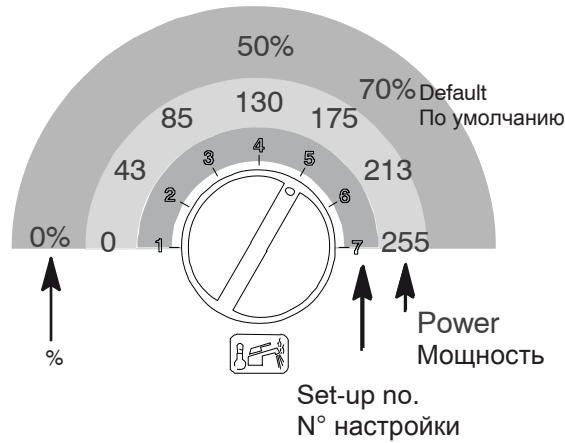

Fig. 6.7
- 16 Check the ignition gas pressure by setting dip-switch "3" (Fig. 6-7) to the OFF position. Compare the value on the gauge with the value indicated in the sections 4.4, 4.5 and 4.6 (gas pressures at the burner), accordingly with the model of boiler installed. If the ignition gas pressure is not set correctly see section 6.7 in this manual for the adjustment procedure. If ignition gas pressure is correct switch dip-switch "3" to the ON position.
- 16 Проверьте давление розжига газа переместив переключатель "3" (рис. 6.7) в положение OFF. Сравните значение на измерительном приборе с показателями, указанными в разделах 4.5, 4.6 и 4.7 (давление газа на горелке) в соответствии с выбранной моделью котла. Если давление газа на розжиге выбрано неправильно, см. раздел 6.7 настоящего руководства для настройки. Если давление газ на розжиге выбрано правильно, переместите переключатель "3" в положение ON.
- 24 To change the set-up, turn the sanitary fixture temperature adjustment knob on Fig. 6.7 and set it to the required time (in the example figure, the knob is set to position 5 – see also the table on the boiler handbook, chapter Gas adjustment check); blockage signal LED will flash quickly.
- 24 Для изменения настройки повернуть рукоятку регулирования температуры ГВС в Fig. 6.7 и установить на выбранное время (на иллюстрации пример рукоятка установления на пятую позицию, смотреть также таблицу в руководстве бойлера, Глава Проверка, настройка газа), при этом быстро мигает индикаторная лампа блокирования.